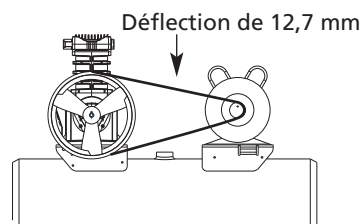

Figure 6
poulie du moteur et la pompe fera dévier la courroie d'environ 12,7 mm (Voir Figure 6).
4. Ajuster la courroie ou la poulie du moteur pour que la courroie circule droit (voir figure 6).